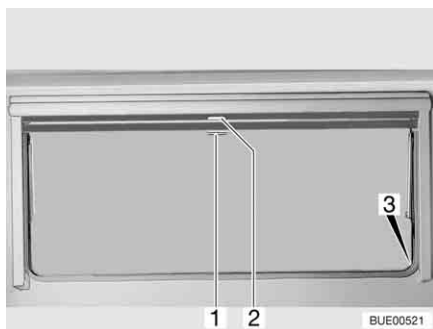

Fig. 78 Fenêtre projetante
- Tirer le store occultant vers le bas en le maintenant par la poignée (Fig. 78,2). Lorsque le store occultant est complètement fermé, l'accrocher des deux côtés du cadre de la fenêtre dans le dispositif de blocage (Fig. 78,3).
- Lorsque le store occultant est complètement fermé : Appuyer sur la poignée (Fig. 78,2) vers le bas tout en la tirant légèrement vers l'intérieur. Décrocher à droite et à gauche le store occultant du dispositif de blocage du cadre de la fenêtre.
- Si le store occultant se trouve dans une position intermédiaire : Tirer la poignée (Fig. 78,2) vers le bas jusqu'à ce que le dispositif de blocage se débloque.
- Tirer la moustiquaire par la poignée (Fig. 78,1) vers le bas et l'accrocher des deux côtés sur le cadre de la fenêtre dans le dispositif de blocage (Fig. 78,3).
- Appuyer sur la poignée (Fig. 78,1) vers le bas tout en la tirant légèrement vers l'intérieur. Décrocher à droite et à gauche la moustiquaire des dispositifs de blocage du cadre de la fenêtre.